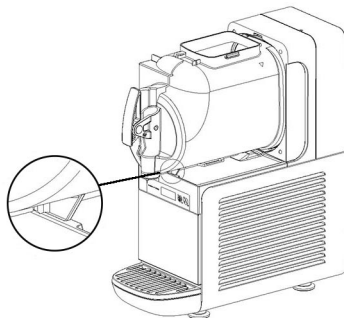

figure 17
**7** Monter la cuve et la pousser vers le bord arrière en veillant à ce qu'elle s'emboîte parfaitement sur le joint et que son crochet inférieur soit en même temps bien engagé dans la partie saillante du bac d'égouttement (voir figure 17).